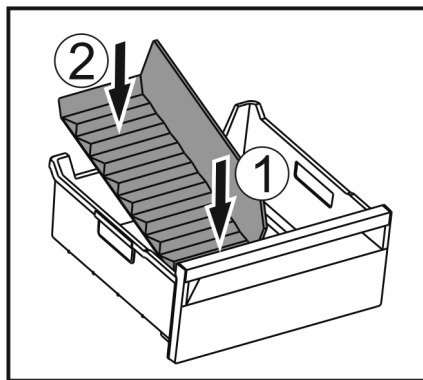

Fig. 116
- Sett inn den fremre delen av isrom-deleren. Fig. 116 (1)
- Senk den bakre delen av isrom-deleren til bunnen av skuffen. Fig. 116 (2)